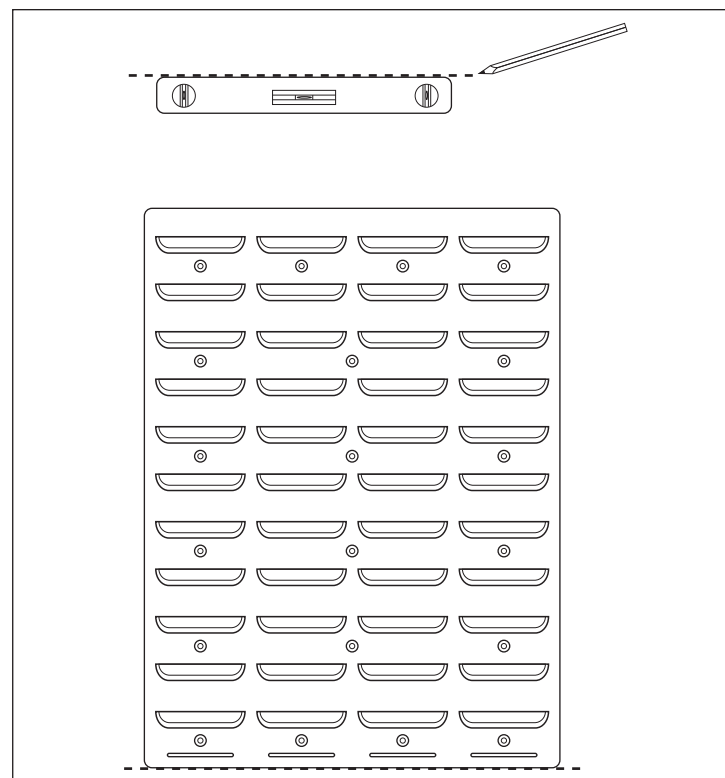

Fig. 1
- Tracciare una linea dritta sulla parete per orientare in base a essa pannelli a parete (vedi fig. 1).